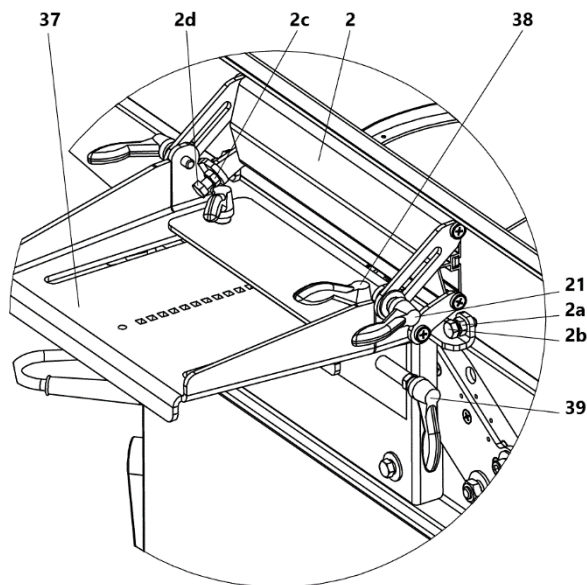

Рисунок 4 Настройка упора
Для настройки (рис. 4):
Для установки упора 2 под углом необходимо ослабить крепление ручек 21, установить упор на заданный угол, затянуть ручки 21 (рис. 4).
- выкрутите гайки и болты крепления кронштейна упора 2 и снимите его (рис. 4);